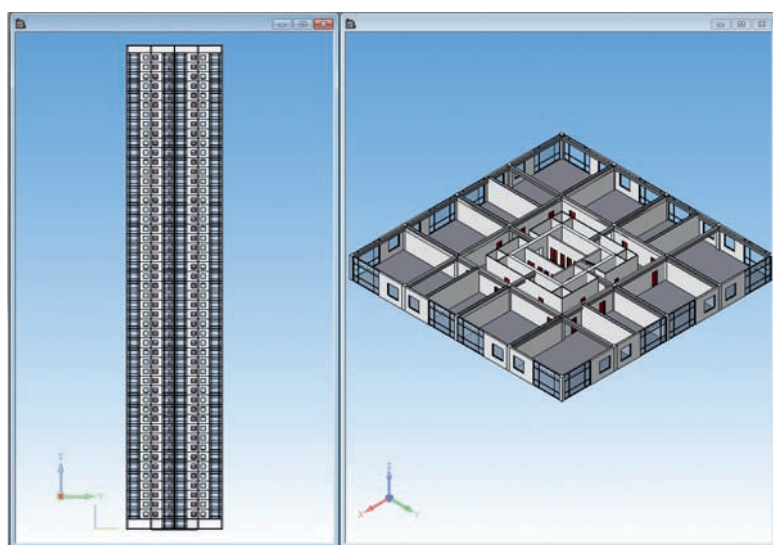

Рис. 4. «Модуль-небоскрёб» по китайской технологии
3. «Модуль-небоскрёб» — абстрактный жилой квартал из четырех высотных многоквартирных домов (33-50 этажей). Самый высокий дом — свыше 200 метров. Уникальная особенность проекта заключается в использовании модульных конструкций для быстрого возведения (китайская технология строительства) (рис. 4).